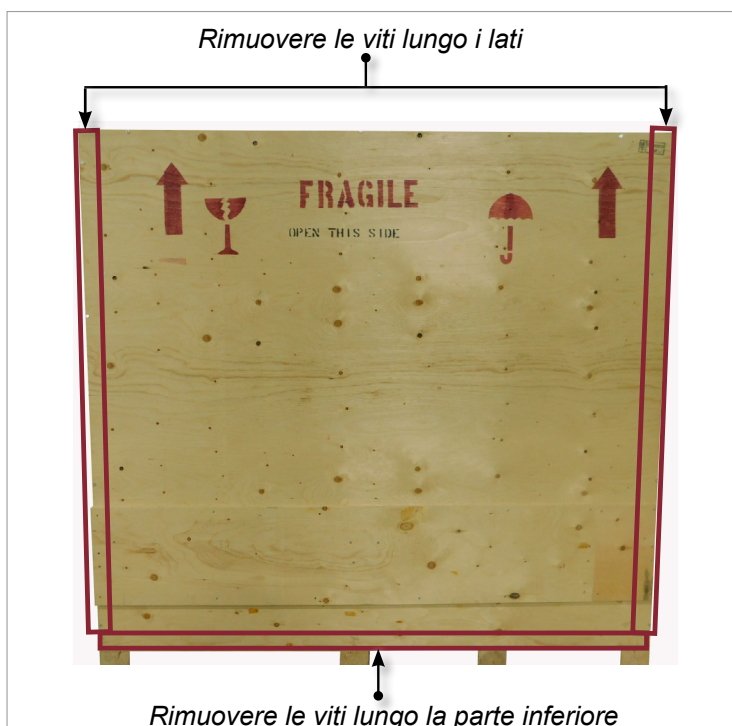

Figura 3-8 Rimuovere le viti dai lati e dalla parte inferiore
5. Dal lato della cassa contrassegnato con “FRAGILE OPEN THIS SIDE”, rimuovere le viti lungo i lati e sul fondo della cassa. Vedere la Figura 3-8.